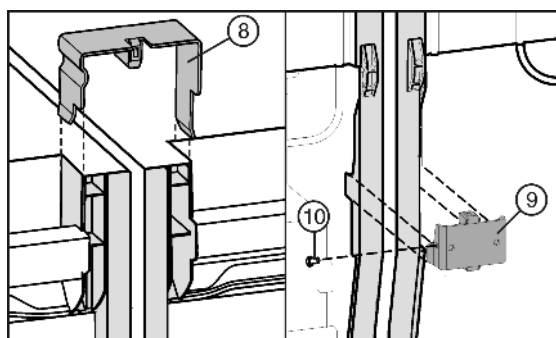

Fig. 7
- ▶ Spojovaciu svorku Fig. 7 (8) nasuňte hore na stredové bočné steny.
- ▶ Spojovací uholník Fig. 7 (9) nasadíte dolu do vhodnej priehlbiny.
- ▶ V prípade, že je spojovací uholník trochu voľný, namontujte Fig. 7 (10) skrutku.